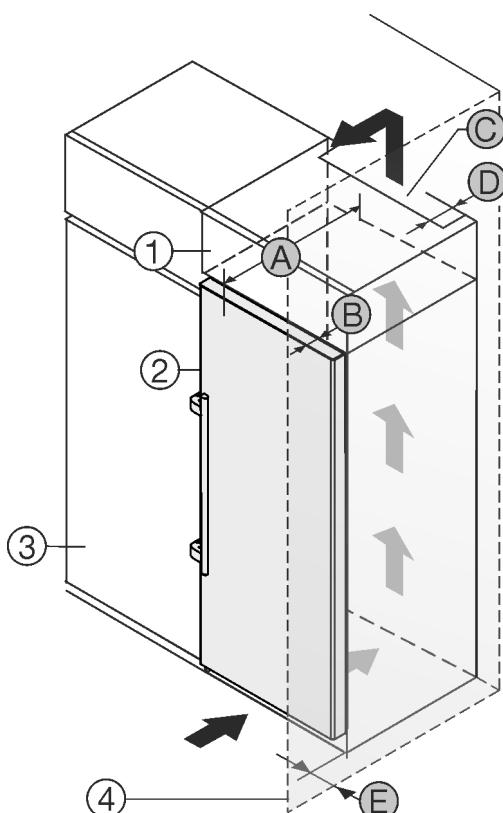

Fig. 2
От задната страна на шкафа-пристройка трябва да има вентилационен отвор с дълбочина *Fig. 2 (D)* по цялата широчина на шкафа-пристройка.*
Под тавана на помещението трябва да е спазено сечението за вентилация *Fig. 2 (C)**
Когато уредът се поставя с пантите до стена Fig. 2 (4), разстоянието между уреда и стената трябва да е поне 57 mm . Това отговаря на разстоянието, с което дръжките същчат при отворена врата.*
За да можете да отваряте вратата изцяло, уредът трябва да е издаден с дълбината на вратата *Fig. 2 (B)* спрямо челото на кухненския шкаф. В зависимост от дълбината на кухненските шкафове *Fig. 2 (3)* и използването на детайли за отстояние от стената, уредът може да излезе още по-напред.*